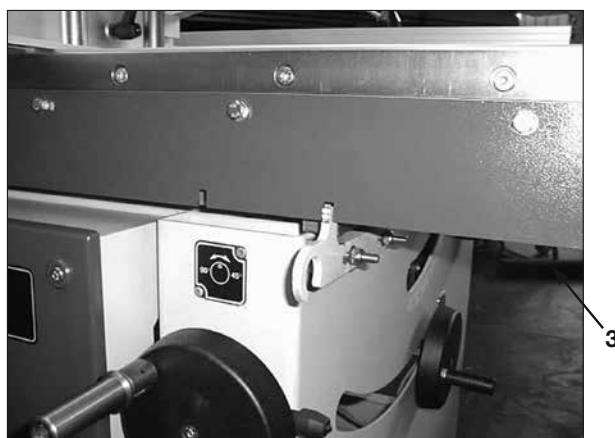

Fig.15
Blocage de la table à déliminer de E-300 (Fig.15)
Le verrou se trouve sur le côté de la machine (fig.15). Le verrouillage peut s'effectuer sur trois endroits le long de la table à déliminer. Tirez simplement le verrou (1) vers l'avant et enclenchez-le dans un des trois ouvertures sur le côté. Pour libérer, poussez le verrou vers l'arrière.
Blocage de la table à déligner de la E-2800 (Fig.15 bis)
Fig.15 bis